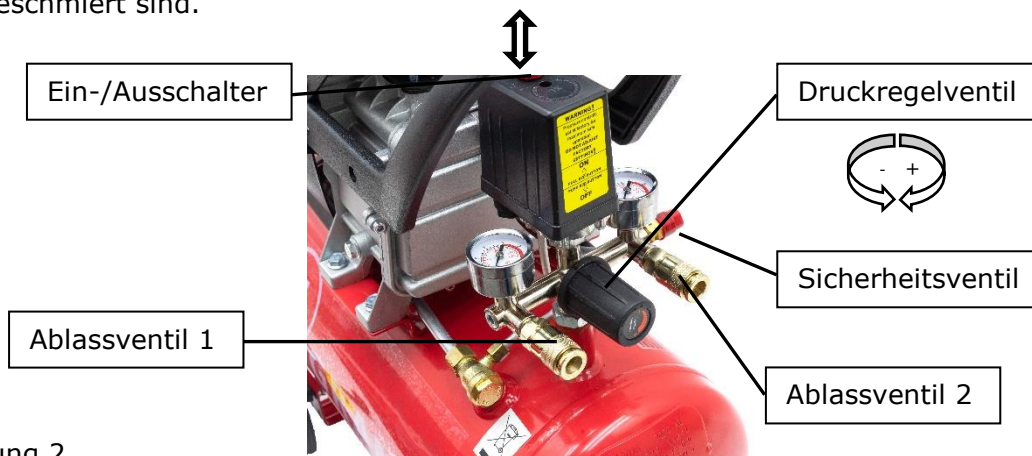

Abbildung 2
Um den Kompressor komplett spannungsfrei zu machen, muss das Gerät über den Schalter (Abb. 2) abgeschaltet sowie durch das anschließende ziehen Sie den Netzsteckers vom Netz getrennt werden.
Arbeiten Sie nie am Stromkreis des Kompressors ohne den Netzstecker abgezogen zu haben. Betreiben Sie den Kompressor ausschließlich mit der vorgeschriebenen Netzspannung. Benutzen Sie keine Kabel länger als 5 m oder mit einem Durchmesser kleiner als 4 mm². Ziehen Sie zum Ausschalten des Kompressors nie den Netzstecker, sondern betätigen Sie den Geräteschalter „aus“ (Abb. 2). Sollte die Länge der Zuleitung nicht ausreichen wird ein längerer Druckschlauch empfohlen.
Wenn das jeweilige Ablassventil (Abb. 2 1 oder 2) nach dem ausschalten des Motors nicht funktioniert, sollten Sie das Problem sofort beheben. Andernfalls könnte der Motor beschädigt werden, sobald der Kompressor erneut einschaltet. Beachten Sie hierfür die Hinweise zur Behebung von Funktionsstörung im Kapitel 8 dieser Anleitung.
Starten Sie den Kompressor, indem Sie den Ein- /Ausshalter (siehe Abb. 2) hochziehen.
Der Ausgangsdruck kann über dem Einstellungsventil angepasst werden. Ziehen Sie den Knopf nach oben und drehen Sie ihn gegen oder mit dem Uhrzeigersinn um den Druck verringern oder zu erhöhen (Abb. 2).
Zum Abschalten des Kompressors betätigen sie den Schalter der Abbildung 2.
2. Öffnen Sie die Wasserablass-Schraube an der Unterseite des Kessels (Abb. 2 Pos.7).
3. Schalten Sie den Kompressor ein, indem Sie den Ein-/Ausschalter (Abb. 2) hochziehen.
Drehen Sie das Einstellrad des Druckminderers (siehe Abb. 2) in Richtung + (plus), um den Arbeitsdruck erhöhen.
Drehen Sie das Einstellrad des Druckminderers (siehe Abb. 2) in Richtung – (minus), um den Arbeitsdruck zu reduzieren.
Drücken Sie zum Abschalten des Kompressors den Ein-/Ausschalter (siehe Abb. 2) nach unten. Das Gerät darf niemals durch Ziehen des Netzsteckers abgeschaltet werden.
2. Schalten Sie den Kompressor ab, indem Sie den Druckschalter (Abb. 2) nach unten drücken.